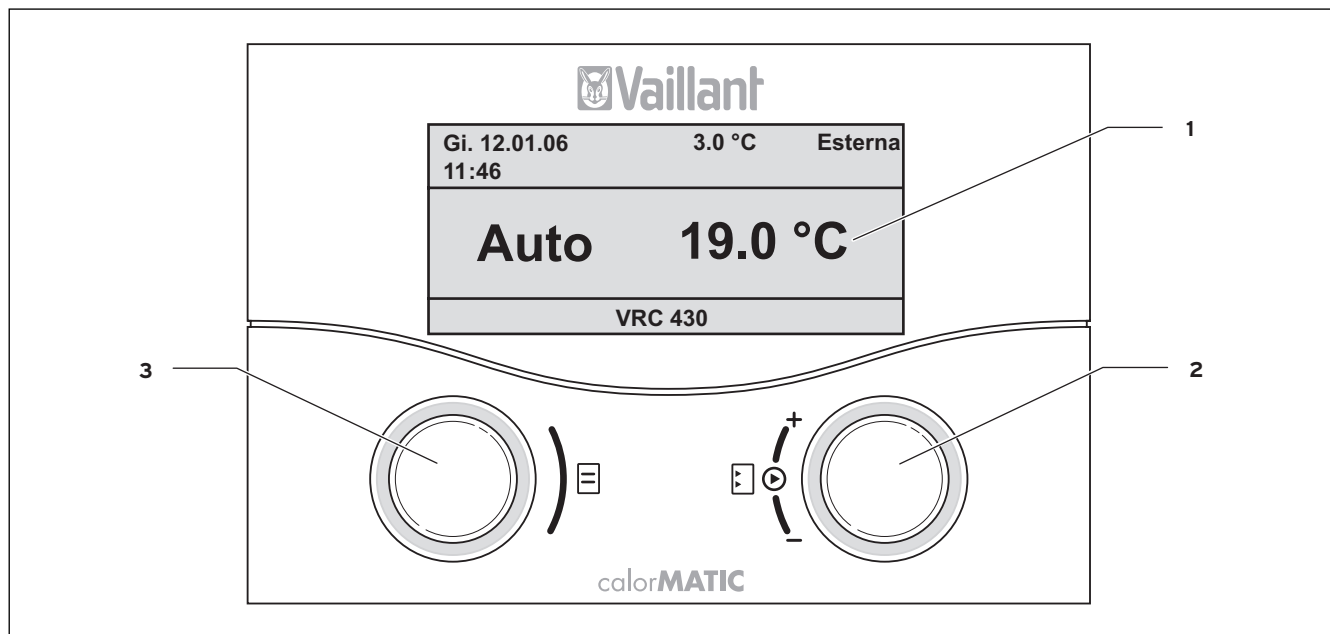

Fig. 4.1 Panoramica degli elementi di comando e del pannello frontale
- Schermata di base semplificata (fig. 4.1)
Le due manopole (fig. 4.1, voci 2 e 3) funzionano secondo il principio "Gira e clicca".